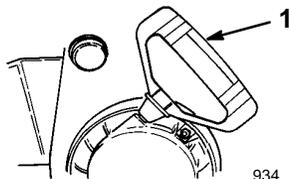

Abbildung 16
- **Rücklaufstarter** (Abb. 16)—Am Rücklaufstarter ziehen, um den Motor zu starten.
7. Den Rücklaufstartergriff (Abb. 16) greifen und langsam herausziehen, bis ein Widerstand zu spüren ist. Dann kräftig ziehen, um den Motor zu starten.